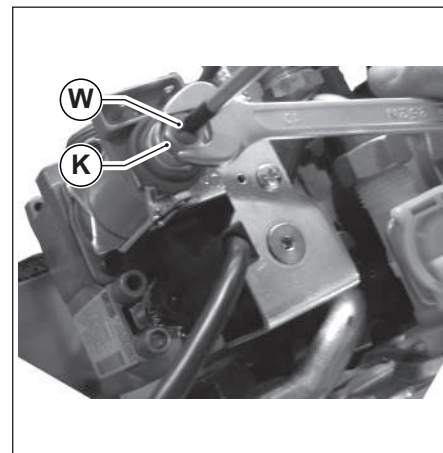

Рис. 41 Регулировка газового клапана
- Вращая ПО ЧАСОВОЙ СТРЕЛКЕ гайку **К**(смотри Рис. 41 Регулировка газового клапана) увеличивается давление на форсунке; вращая ее ПРОТИВ ЧАСОВОЙ СТРЕЛКИ, давление на форсунке уменьшается.
- Удерживая в фиксированном положении гайку **К**, посредством ключа на 10мм, вращать винт **W** ПО ЧАСОВОЙ СТРЕЛКЕ, для увеличения давления; ПРОТИВ ЧАСОВОЙ СТРЕЛКИ, для уменьшения значения давления (смотри Рис. 41 Регулировка газового клапана).